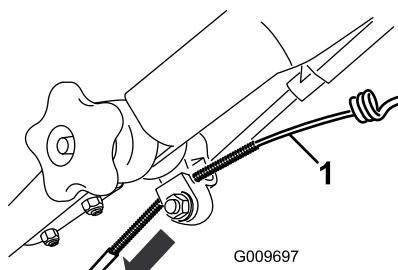

Figura 50
3. Tirate verso il basso la guaina del cavo fino ad eliminare l'imbandito del cavo esposto (Figura 50).